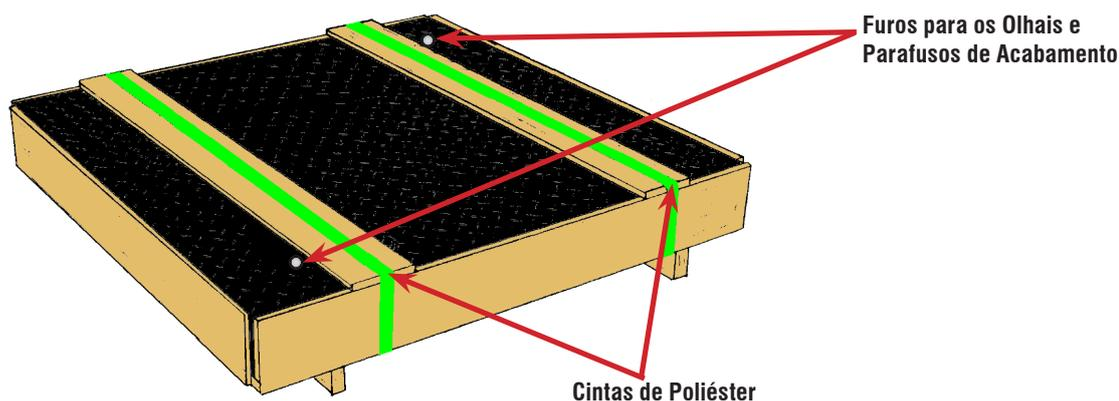

Figura 1
- 4) Rosqueie os olhais nos locais indicados na figura 1.
7) Retire as cintas de poliéster que arqueiam o engradado da plataforma. Utilize para isto tesourão ou ferramenta similar (Figura 1).